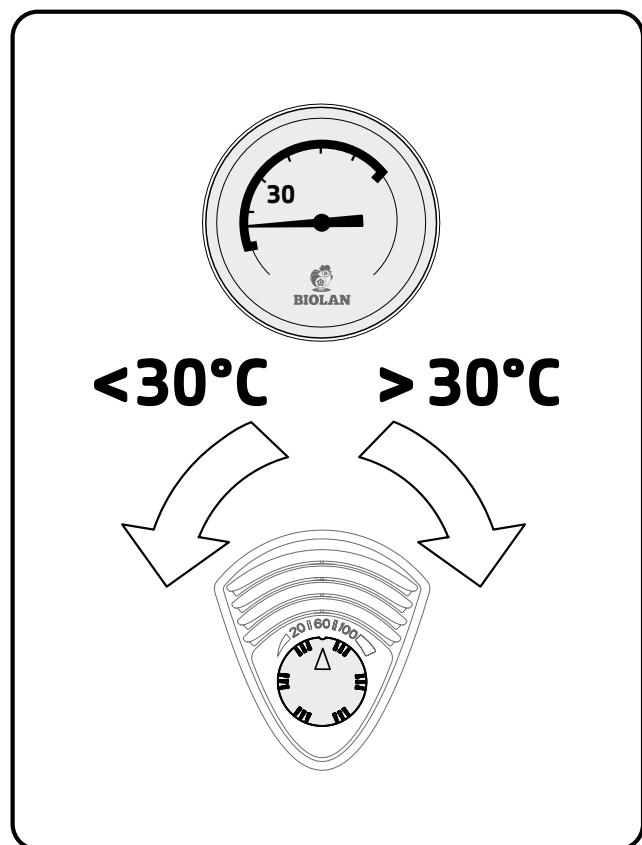

Рис. 3
- Если температура внутри компостера выше температуры окружающей среды, следите за тем, чтобы регулятор (регулировочный клапан) входного воздушного клапана (деталь 13) находился в положении 100. Отслеживайте температуру компостера и воздуха окружающей среды (см. рис. 3). Если компостная масса склонна остыть, уменьшайте настройку регулятора до тех пор, пока температура не повысится.